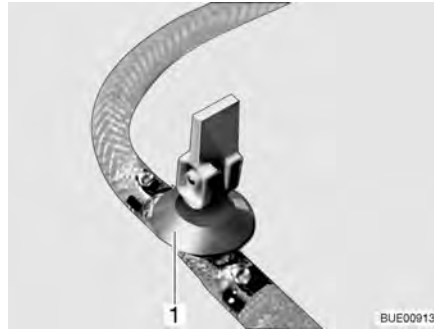

Fig. 149 Robinet de vidange
- Fermer le(s) robinet(s) de vidange. Placer le levier à bascule (Fig. 149,1) en position horizontale.
- Ouvrir le(s) robinet(s) de vidange (Fig. 149). Pour cela, placer le levier à bascule (Fig. 149,1) en position verticale. Le chauffe-eau se vide à l'extérieur.